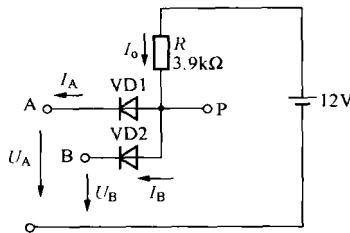

图 1-5 例 1-8 图
**【例 1-8】** 如图 1-5 所示电路中，设 A、B 两端电位在左表中所列的 4 种情况下，二极管 VD1 和 VD2 是导通还是截止？并判断 P 端电位，填入表中（略去二极管的正向电压），并计算各元件（R、VD1、VD2）中通过的电流。